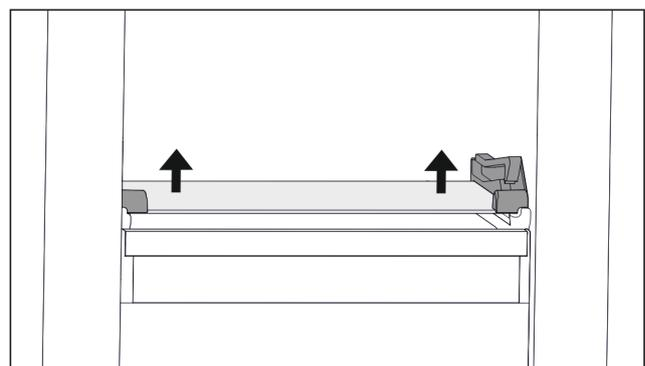

Fig. 72 Placa de vidrio del cajón inclinable
- ▶ Empuje la placa de vidrio desde abajo hacia arriba por ambos lados. (consulte Fig. 72)